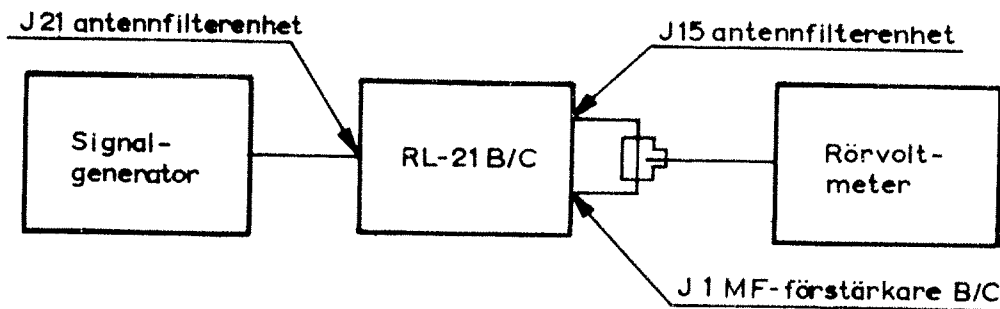

Bild 5. Uppkoppling
- 4.08.1 Koppla upp enligt bild 5. Koaxialkontakten P15 på antennfilterenheten skall inte lossas under mätningen.